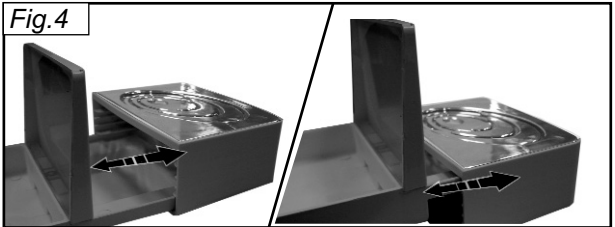

Fig.5
- Posizionare una tazzina sotto l'erogatore caffè (6).
- Accertarsi che la manopola per crema (5) posta sul retro dell'apparecchio, sia in posizione aperta (OPEN) (fig.5).
- Prima di erogare bevande o tisane, occorre chiudere la manopola per crema (5) ruotandola in posizione "CLOSE" (fig.5).
**ATTENZIONE:** accertarsi sempre di riposizionare la manopola per crema (5) in posizione "OPEN" prima di preparare nuovamente caffè.